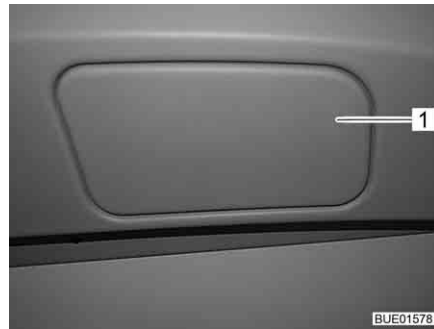
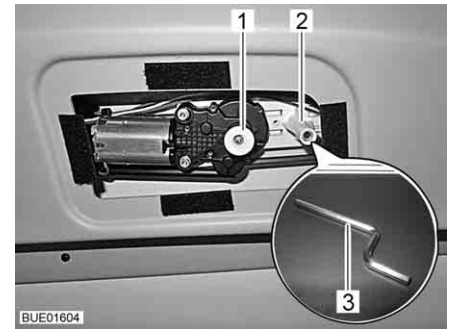

Fig. 35 Copertura dello sbloccaggio di emergenza
Fig. 36 Sbloccaggio di emergenza dell'oscurante del parabrezza
- Sollevare la copertura (Fig. 35,1) dello sbloccaggio di emergenza sul soffitto della cabina servendosi di un oggetto piatto (ad es. una moneta).
- Inserire la chiave a testa esagonale (Fig. 36,3) fornita in dotazione con l'asta lunga nell'attacco (Fig. 36,2).
- Premere il tasto (Fig. 36,1).
- Sfilare il pulsante (Fig. 36,1) e posizionare la copertura (Fig. 35,1).